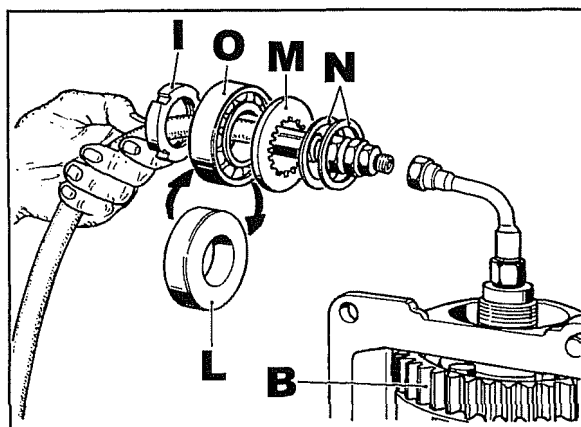

Fig. 16
Determinata la spessorazione, scollegare lo strumento quindi come mostra la fig. 16, infilare sul tubo la ghiera **I**, il distanziale di prova **L**, la rondella **M** e i distanziali **N** per lo spessoramento sopra rilevato.
A questo punto, dare pressione in modo progressivo allo strumento e contemporaneamente cercare di imprimere manualmente il movimento rotatorio all'ingranaggio **B** fig. 16. Verificare che tale movimento sia possibile imprimerlo solo quando il manometro raggiunge i **35 bar** per poi renderlo totalmente libero a **40 bar**. Nel caso così non fosse, agire in più o in meno sulla spessoramento dei distanziali **N**.
Effettuata la registrazione del gruppo, sostituire il distanziale di prova **L** fig. 16 con il cuscinetto **O**.
- Serrare la ghiera **I** fig.16 a Kgm. **22,5**.